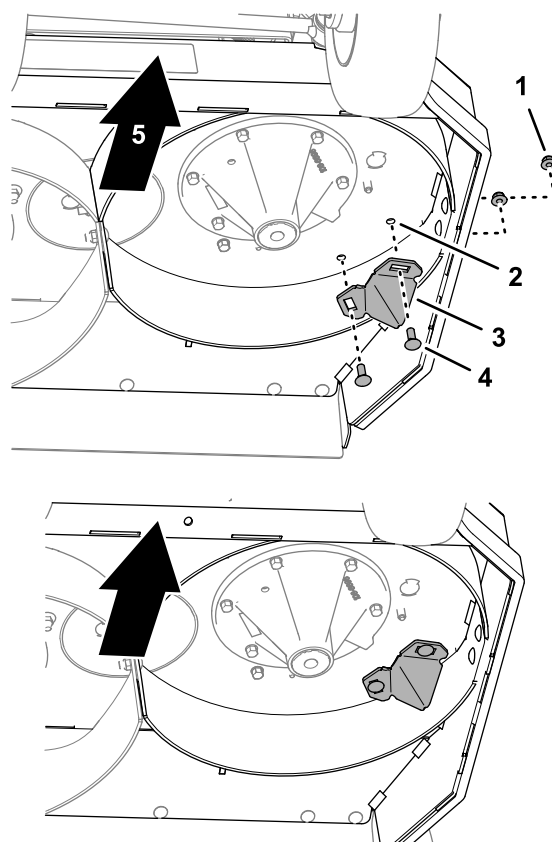

Figure 5
1. Sur le côté droit du plateau de coupe, alignez les fentes dans le kicker et les 2 trous de 10 mm que vous avez percés dans le plateau de coupe (Figure 5).
2. Fixez les kickers au plateau (Figure 5) à l'aide de 2 boulons de carrosserie ($\frac{3}{8}$ " x 1") et de 2 contre-écrous à embase ($\frac{3}{8}$ ").